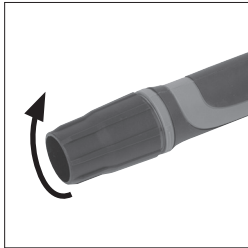

Fig. 1
- Desserrez l'écrou à douille. **(Fig. 1)**